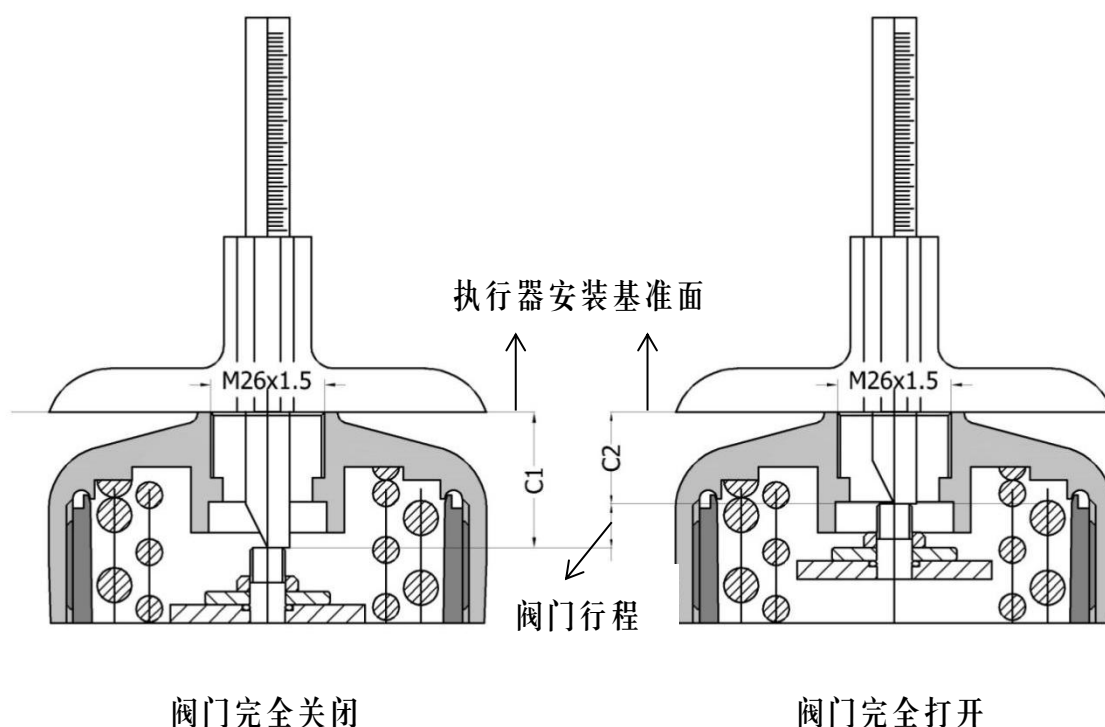

图 5. 执行器测量
2. 阀门处于完全关闭和完全打开状态时,用深度尺分别测量执行器阀杆顶端到执行器顶部安装基准面的距离 C1 值和 C2 值 (图 5 中标注所示),并记录。